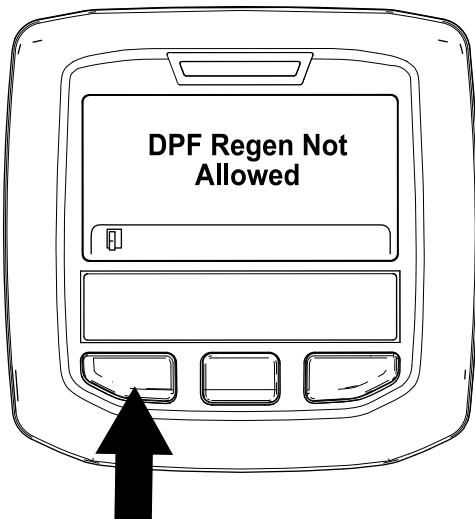

Figura 50
- Si la computadora de la máquina no admite el proceso de restauración, aparece el mensaje "DPF Regen Not Allowed" (Restauración del FPD no admitida) en InfoCenter (Figura 50). Pulse el botón izquierdo para volver a la pantalla de inicio